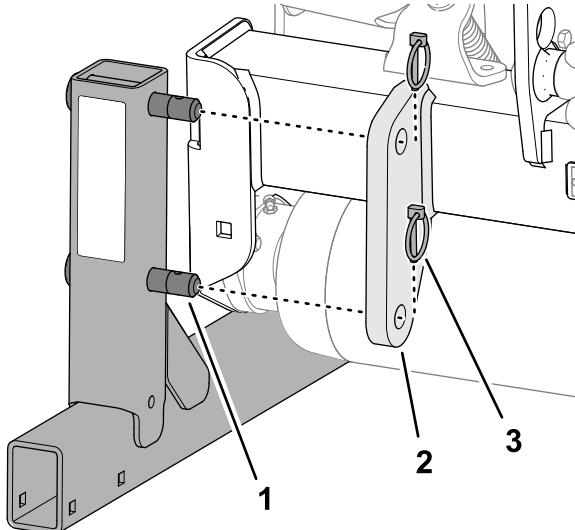

Bild 44
2. Befestigen Sie den Stift des Sicherheitsständers mit den beiden Klappsteckern an der Ständerhalterung (Bild 44).
1. Stecken Sie den Stift des Sicherheitsständers durch die Löcher in der Ständerhalterung des Anbauvorrichtungsrahmens (Bild 44).